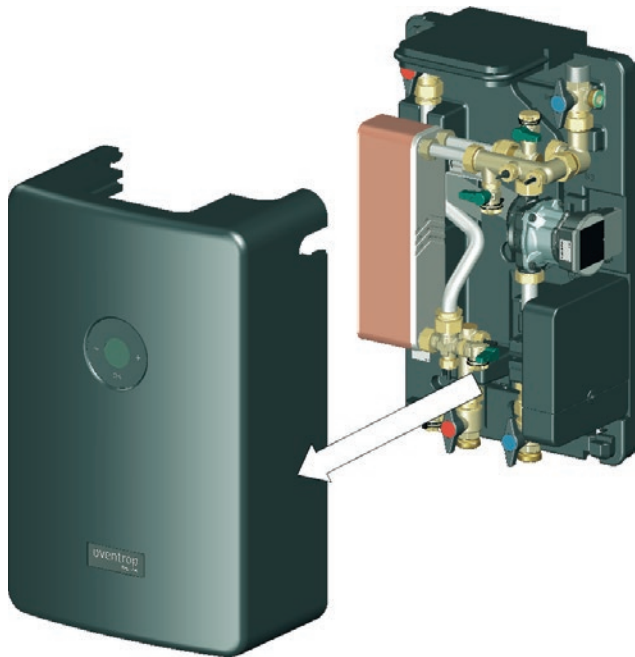

Abb. 12: Oberschale abnehmen
- 2 Heben Sie die Oberschale ab (siehe Abb. 12 auf Seite 24).